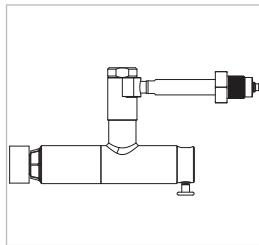

Figure 7
- ▶ Relâcher le bouton de soupape (pos. 4). Le connecteur s'ajuste automatiquement à la pièce d'essai afin d'établir une connexion étanche. (*Figure 7*).